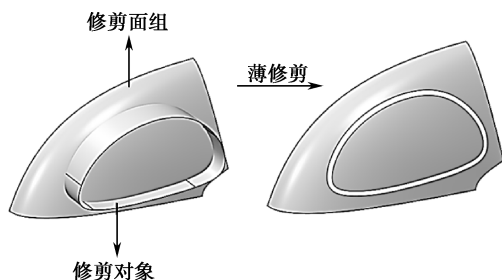

图 7-34 薄修剪曲面
② 薄修剪：勾选该选项后，修剪对象将按照输入值距离进行偏移，此距离中间段曲面将被修剪掉，如图 7-34 所示。